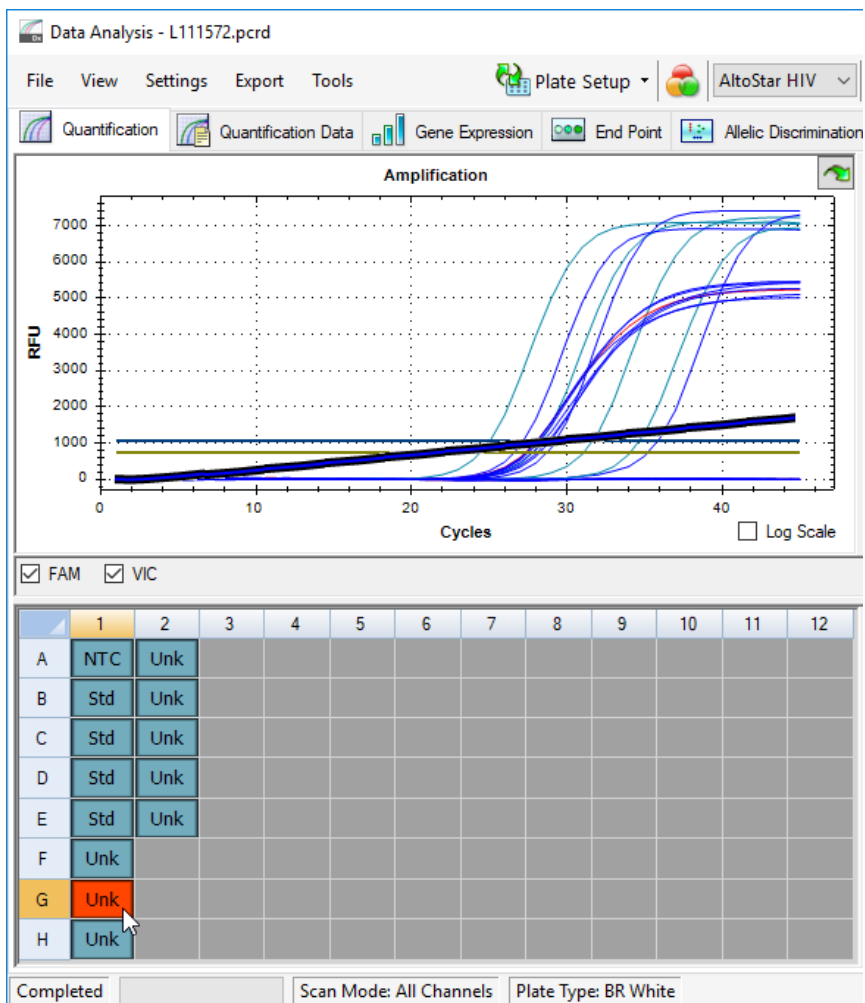

Abb. 6: Fenster Data Analysis (Datenanalyse): irreguläres PCR-Signal
- Identifizieren Sie Wells mit irregulären PCR-Signalen (lineare Signalzunahme, Signalspitzen usw.) in den Detektionskanälen FAM™ (HIV-Ziel) und VIC™ (IC) (siehe Abbildung 6).